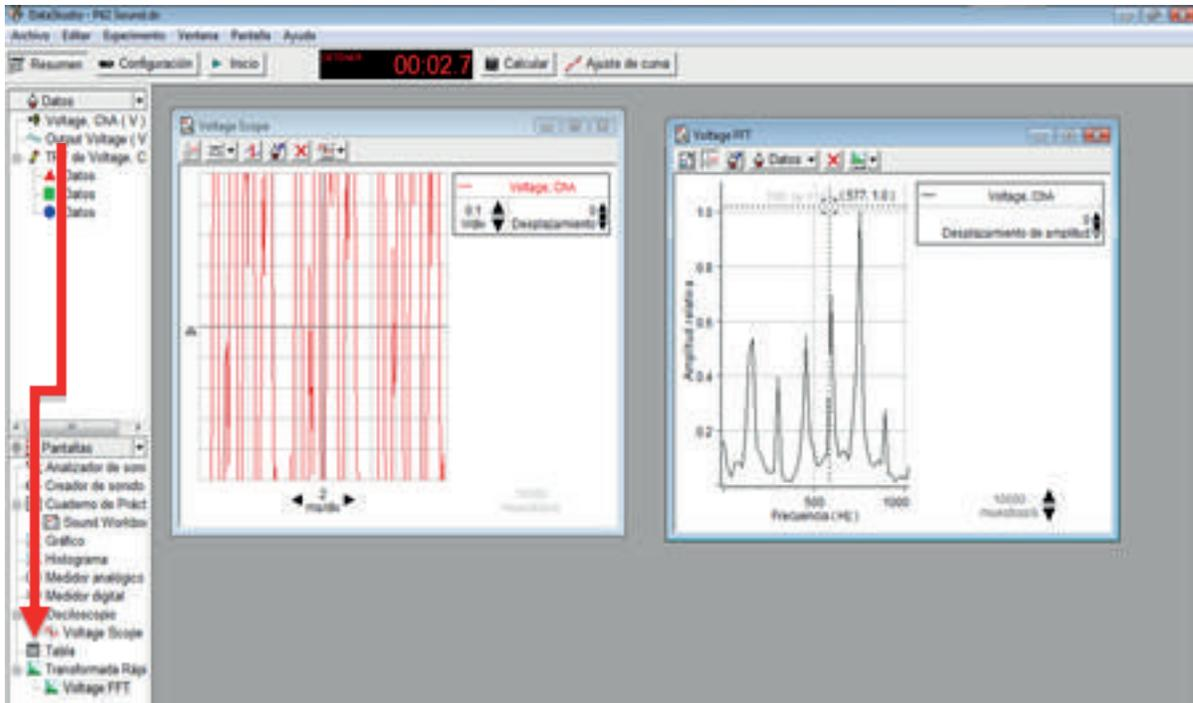

Figura 10.12. Generación de tabla de datos
m) A continuación arrastre el primer icono generado “Datos” hacia la herramienta “Tabla” como se indica en la figura 10.12, se genera automáticamente una tabla hacia donde se deben arrastrar los dos iconos siguientes “Datos”.